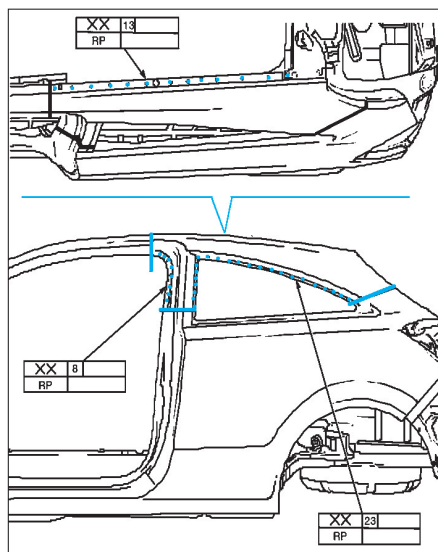

FIG. 145
- Souder par point le panneau latéral supérieur (fig. 145).